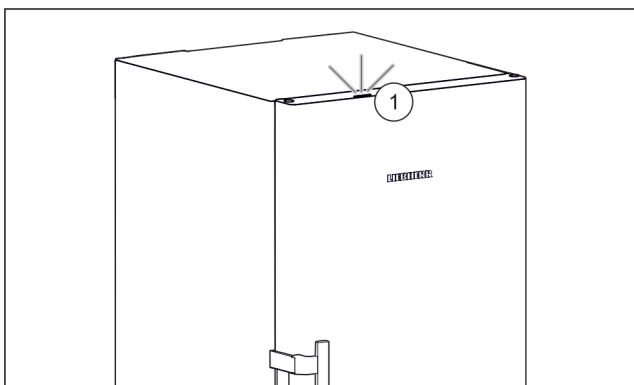

Fig. 36 Aktivné stavové svetlo pri zatvorených dverách
- Stavové svetlo Fig. 36 (1) je aktivované.